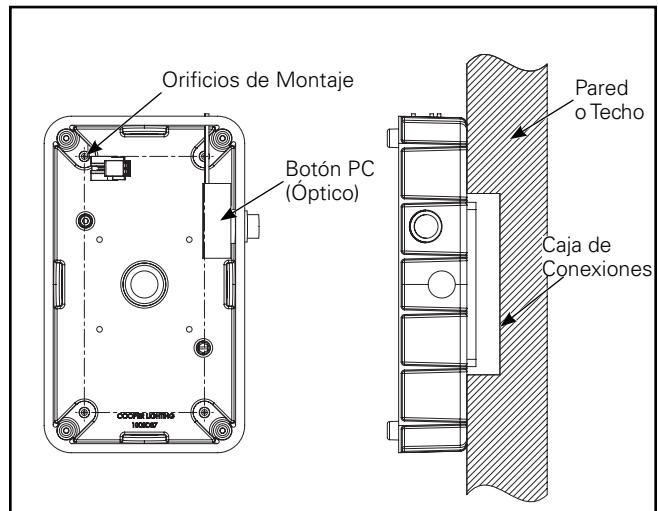

Figura 6.
4. Centra la carcasa de fundición sobre el cielo raso plano y liso o la pared sobre la caja de conexiones. Usa la carcasa de fundición como plantilla para conocer la ubicación de colocación de las fijaciones (Consulta la Figura 6).